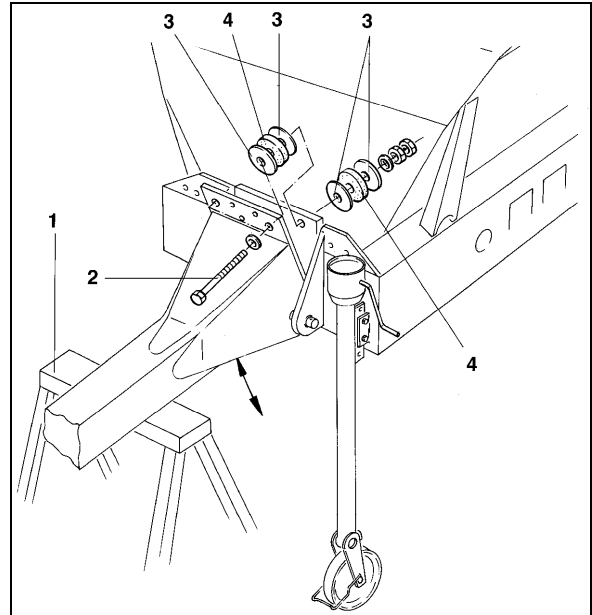

Fig. 48
1. Koble maskinen fra traktoren (Fig. 48) og sett den ned på støttehjulet.
2. Støtt trekkstangen på en stabil bukk (Fig. 48/1) og løse begge festeskrue(Fig. 48/2).
3. Ved å legge om avstandsskivene (Fig. 48/3) jevnt kan trekkstangen justeres. Bufferne (Fig. 48/4) må ikke fjernes. De demper støtene som overføres fra traktoren til sprederen.